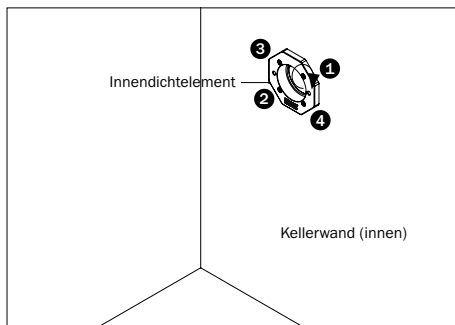

Abbildung 5.2: Innendichtelement – Anziehen der Schrauben über Kreuz mit einem Drehmoment von 7 Nm
- Ziehen Sie die vier Schrauben des Innendichtelements mittels Drehmomentschlüssel mit Innensechskant Steckschlüsseleinsatz 5 mm über Kreuz mit einem Drehmoment von 7 Nm an (s. Abbildung 5.2).